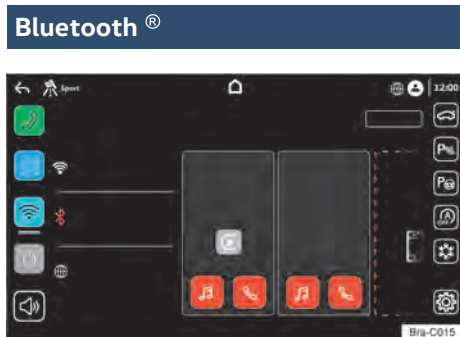

Fig. 133 Conectar vía Bluetooth.
- *Dependiendo de la versión de la radio*, se pueden conectar 2 dispositivos simultáneamente. Para establecer la función del dispositivo, seleccione la tecla teléfono para usar las funciones del teléfono y seleccione la tecla medios para usar las funciones de medios → fig. 133.